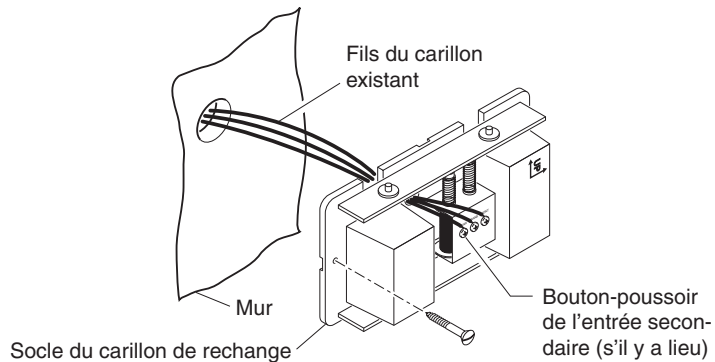

Figure 2 - Câblage du carillon mécanique
10. Branchez le fil « F » à la borne « FRONT ». Branchez ensuite le fil « T » à la borne « TRANS ». Branchez enfin le fil « R » à la borne « REAR »* (voir la Figure 2).